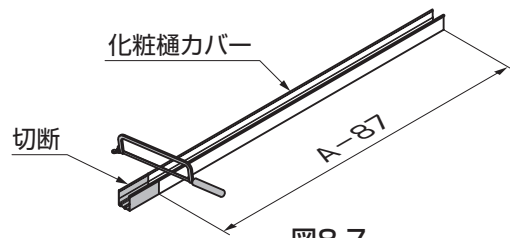

図8-7
- ② 実測値を基に化粧樋カバー、豎樋を加工してください。(図8-7、図8-8参照)